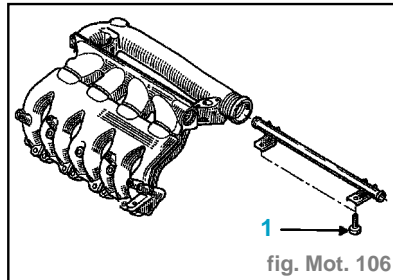

fig. Mot. 106
- Soulever suffisamment le collecteur pour déposer les 2 vis (1). (fig. Mot. 106)